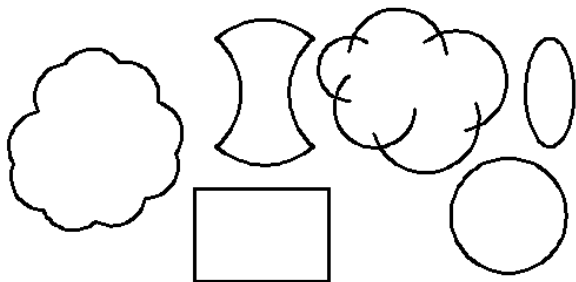
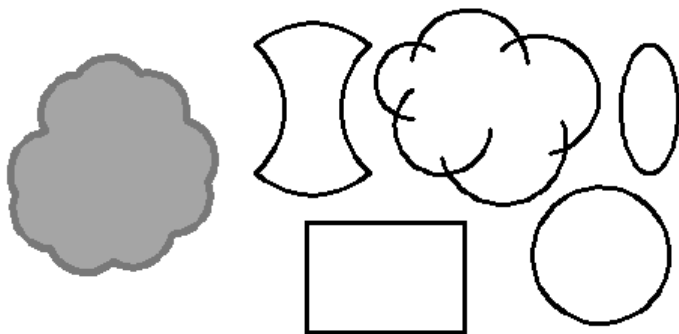

Рис. 4.2. Примеры замкнутых контуров для создания регионов
Рис. 4.3. Регион, созданный из одного контура
Регион создается из замкнутого контура, образованного из отрезков, полилиний, окружностей, дуг, эллипсов, эллиптических дуг и сплайнов (рис. 4.2). Контур должен состоять из одного замкнутого объекта или из замкнутой последовательности объектов, соединяющихся в общих точках.
Рассмотрим две команды, которыми можно создать регион, воспользовавшись примерами контуров, изображенных на рис. 4.2. Обратите внимание, что один из них состоит из пересекающихся кривых, не образующих контур.
4. Выберите первый слева объект на рис. 4.2 и нажмите клавишу <Enter>. На экране появится закрашенная область, созданная из контура (рис. 4.3), и выполнение команды завершится.